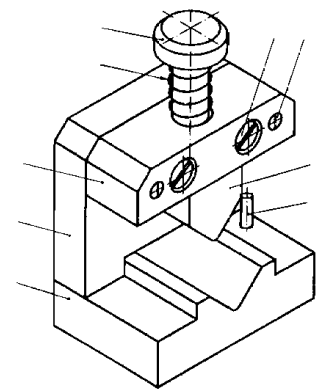
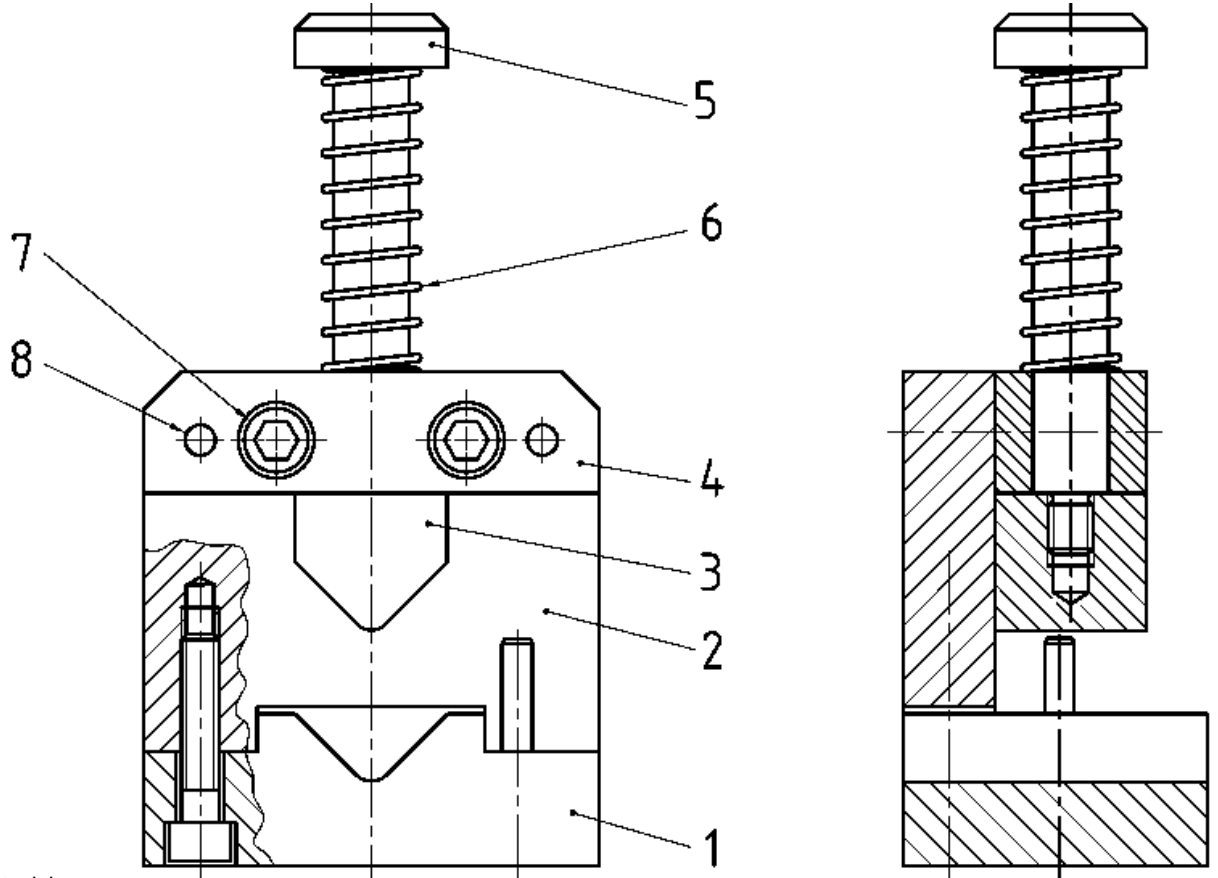

Abb. 2: Schrägbild
Abb. 3: Gesamtzeichnung
- Legen Sie die Teile 1 bis 5 in der Abb. 3 und in der Stückliste jeweils in der gleichen Farbe an.
- Übertragen Sie die Positionsnummern von Abb. 3 nach Abb. 2.